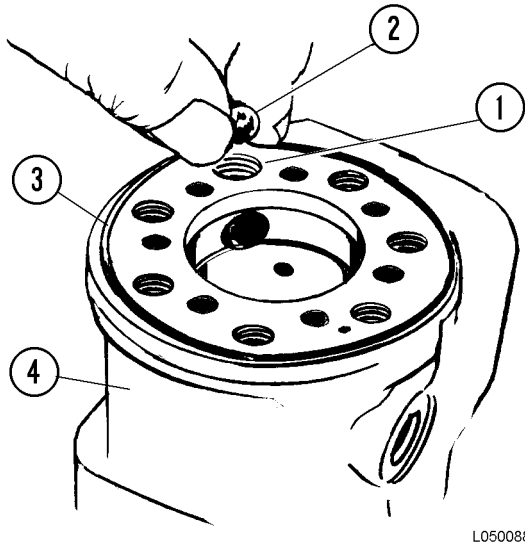

FIGURA 5-12. INSTALACIÓN DE LA BOLA DE RETENCIÓN
10. Instale la bola de retención en el orificio que se muestra en la Figura 5-12. Instale y apriete ligeramente el buje roscado.
11. Lubrique el O-ring (3) con grasa a base de petróleo e instálelo en la ranura de la carcasa.